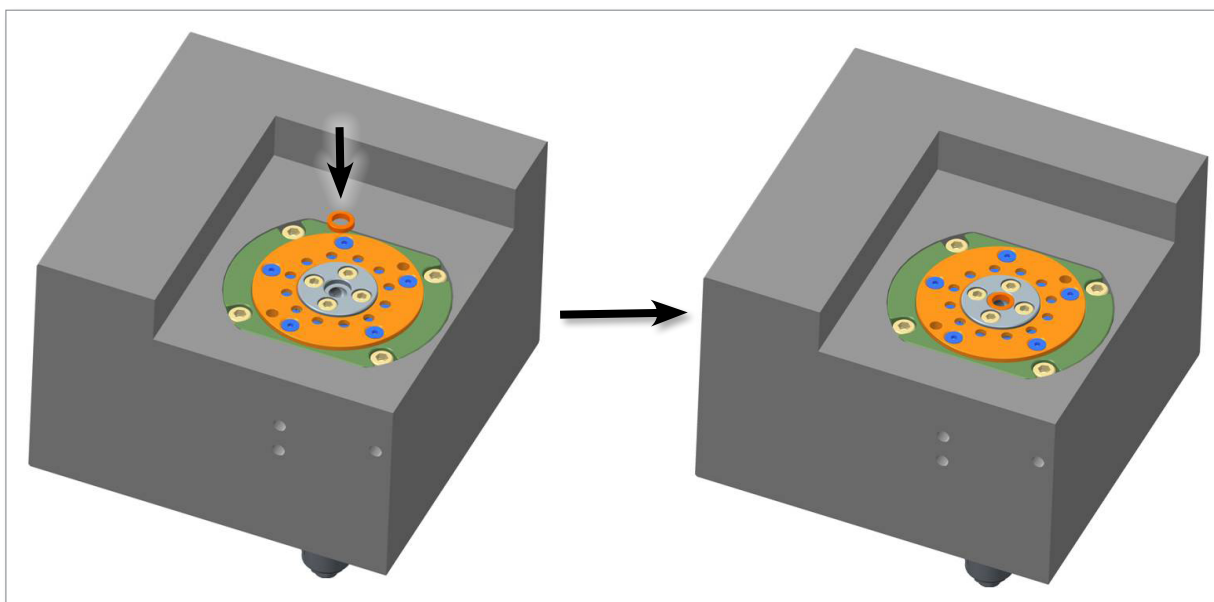

Figura 11-27 Conexión del sello de entrada al cuerpo térmico
8. Después de girar la placa del colector, coloque el sello de entrada en el cuerpo térmico. Compruebe todas las conexiones y accionamientos. Consulte la Figura 11-27.